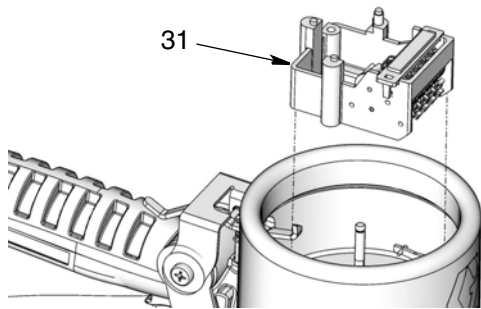

FIG. 30
6. Remova todo o conjunto do contador (31) (FIG. 30).